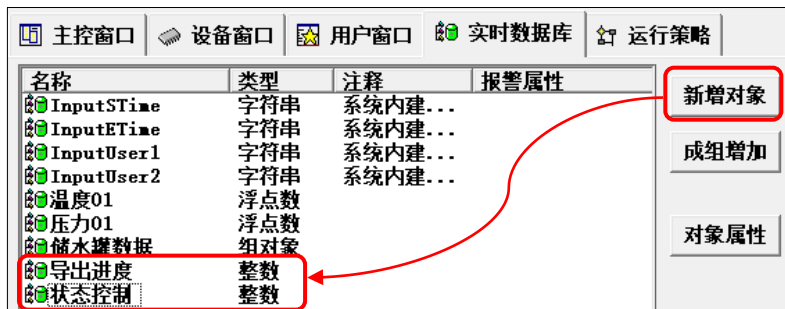

图 5.2-27 新增对象
- ① 新增对象：使用章节 5.2.3 工程，在“实时数据库”中新增 2 个整数对象“导出进度”、“状态控制”，如图 5.2-27。